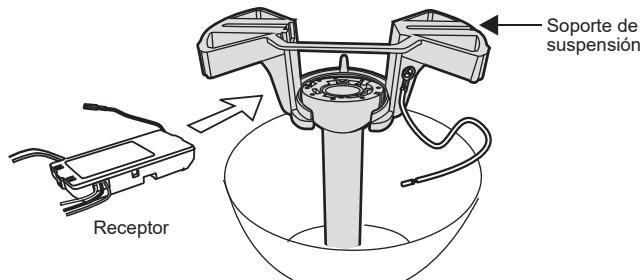

Fig. 13
**Paso 1.** Inserte el receptor en el soporte de montaje del techo con el lado plano del receptor hacia el techo. (**Fig. 13**) Para un mejor rendimiento, asegúrese de que la Antena Negra, en el extremo del receptor, permanezca extendida y sin enredarse con ninguno de los cables eléctricos.